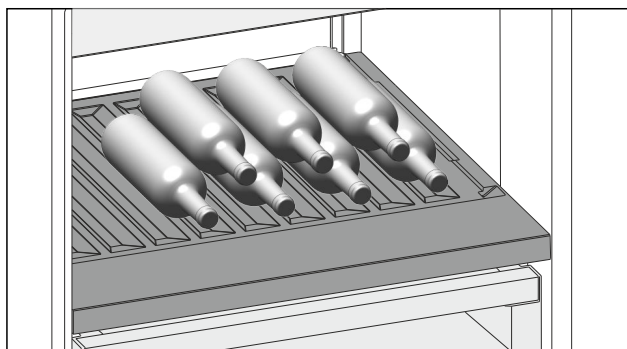

Fig. 167 Immagine a titolo di esempio
- Inserire le bottiglie con il fondo rivolto verso la parte posteriore. (vedere Fig. 167)